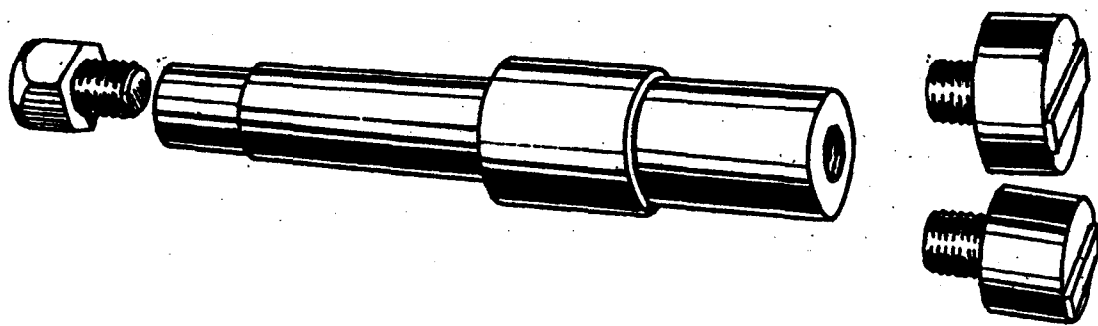
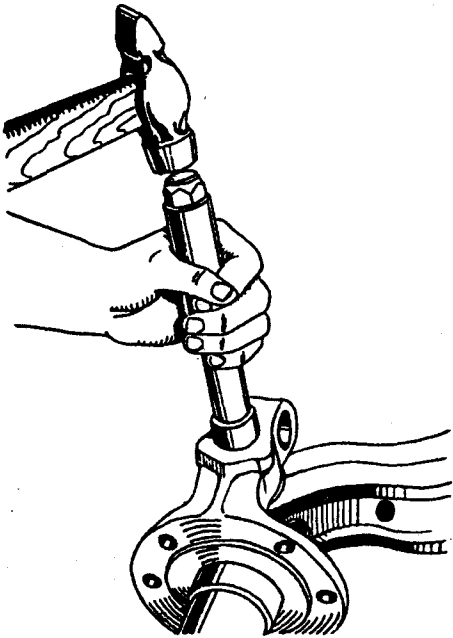

Рис. 56. Выколотка для ремонта поворотного кулака
Рис. 57. Выбивание шкворня
7. С помощью специальной выколотки (рис. 56) со сменными головками выбить шкворень из поворотного кулака вниз (рис. 57).